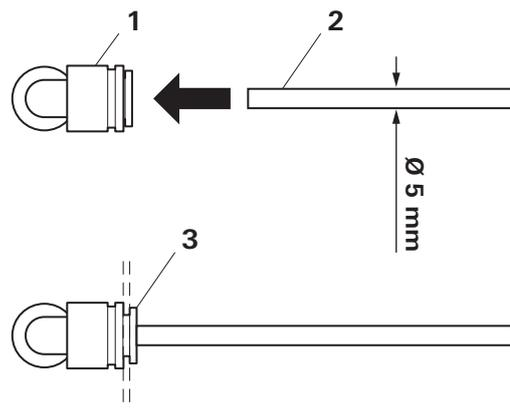

Figura 45
- ▶ Accorciare e fissare il tubo del combustibile alla valvola del serbatoio (Figura 45).